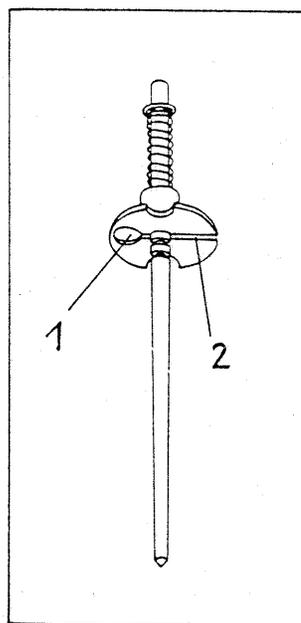

Fig. 127. Variation de l'aiguille de charge partielle
Pour raccrocher l'aiguille de charge partielle, il faut retirer du corps de carburateur le clapet à piston qui peut néanmoins resté relié au câble Bowden des gaz, y compris le chapeau du boîtier de clapet et le ressort de pression. Ensuite, tirer l'aiguille de charge partielle vers le bas contrairement à la tension à ressort. De cette façon, le porte-aiguille se décolle du clapet à piston et permet d'être ôté de l'aiguille de charge partielle. A cet effet, on a percé un alésage dans le porte-aiguille - fig. 127 (1). La fente pratiquée dans le porte-aiguille ne doit pas être employée pour l'enlèvement du porte-aiguille, sinon l'action de ressort partant de cette fente se relâche. Le raccrochage étant accompli, on peut lâcher l'aiguille de charge partielle tout en veillant à ce que le porte-aiguille soit arrêté par le contour pratiqué en creux dans le fond du clapet à papillon.